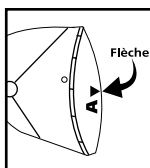

FIGURE 2
5. Prendre le pied à roulette marqué A et aligner la flèche du pied **FIGURE 2** avec la flèche du gabarit, également marquée A **FIGURE 3.**